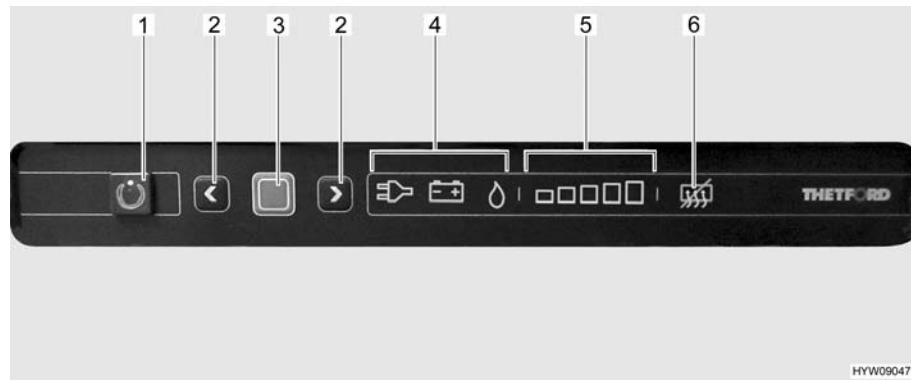

Fig. 144 Elementi di comando (frigorifero Thetford)
La modalità di funzionamento attuale è indicata da un simbolo luminoso (Fig. 144,4) sulla centralina di controllo.
Dopo l'accensione il frigorifero seleziona automaticamente la regolazione del termostato selezionata per ultimo. Questa impostazione può essere modificata manualmente con i tasti freccia (Fig. 144,2). Le barre luminose dell'indicatore del livello di refrigerazione (Fig. 144,5) visualizzano la temperatura selezionata sul termostato. Con i tasti freccia viene regolata la temperatura di refrigerazione per tutti i tre tipi di energia. Ci vogliono alcune ore prima che il frigorifero raggiunga la temperatura normale di esercizio. Cambiando la modalità di funzionamento la regolazione del termostato non viene modificata. La temperatura di refrigerazione è indipendente dal tipo di energia utilizzata.
- Premere il tasto On/Off (Fig. 144,1) per 1 secondo. Il tasto (Fig. 144,1) si illumina di verde. Dopo circa 10 secondi, l'indicatore viene attenuato per risparmiare energia.
- Premere il tasto di conferma (Fig. 144,3). L'impostazione attuale della modalità di funzionamento viene visualizzata.
- Se non è impostata la modalità di funzionamento a gas: Per modificare l'impostazione, premere il tasto di conferma (Fig. 144,3) per circa 2 secondi.
- Selezionare la modalità di funzionamento a gas con i tasti freccia (Fig. 144,2). L'alimentazione del gas è ora aperta. L'accensione avviene automaticamente. È udibile un ticchettio fino a quando procedura di accensione non è stata portata a termine.
- Premere il tasto di conferma (Fig. 144,3) per circa 2 secondi.
- Premere nuovamente il tasto di conferma (Fig. 144,3). Il livello di refrigerazione attuale viene indicato dalle barre luminose (Fig. 144,5).
- Per modificare l'impostazione, premere i tasti freccia (Fig. 144,2) fino a visualizzare l'impostazione desiderata.
- Premere il tasto On/Off (Fig. 144,1) per circa 2 secondi. Tutte le spie si spengono. Il frigorifero è spento.
- Se non è impostata la modalità di funzionamento 230 V: Per modificare l'impostazione, premere il tasto di conferma (Fig. 144,3) per circa 2 secondi.
- Selezionare la modalità di funzionamento 230 V con i tasti freccia (Fig. 144,2).
- Se non è impostata la modalità di funzionamento 12 V: Per modificare l'impostazione, premere il tasto di conferma (Fig. 144,3) per circa 2 secondi.
- Selezionare la modalità di funzionamento 12 V con i tasti freccia (Fig. 144,2).
- Premere contemporaneamente entrambi i tasti freccia (Fig. 144,2) e tenerli premuti per 2 secondi. Il simbolo di disattivazione della funzione anti-condensa (Fig. 144,6) si illumina.
- Premere di nuovo contemporaneamente entrambi i tasti freccia (Fig. 144,2) e tenerli premuti per 2 secondi. Il simbolo di disattivazione della funzione anti-condensa (Fig. 144,6) si spegne.